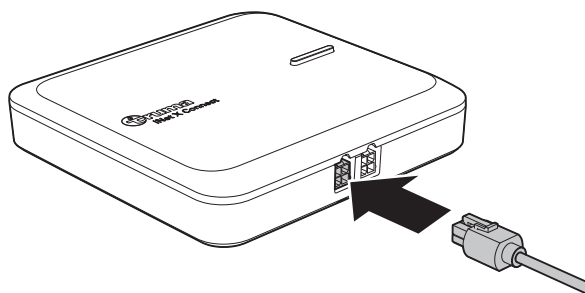

Afb. 17
- Om de montageplaat te bevestigen, schroeft u beide halfronde houtschroeven in de muur met een kruiskopschroevendraaier (Afb. 17).